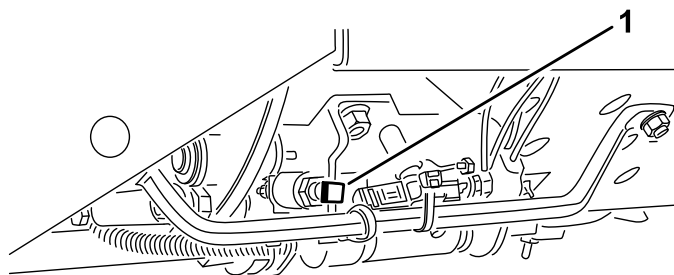

Figura 23
**Importante:** La velocità di tosatura viene impostata in fabbrica a 9,7 km/h. La velocità dei cilindri può essere aumentata o ridotta regolando la vite di arresto della velocità (Figura 23).